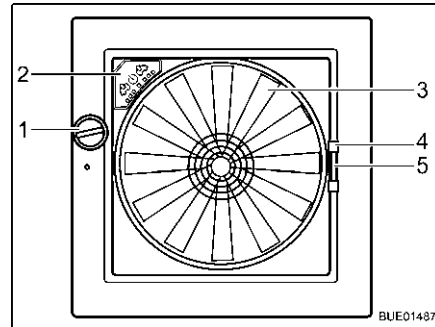

Bild 84 Taklucka Omni-Vent
**Öppna:** ■ Vrid på vredet (Bild 84, 1) tills önskad öppningsvinkel har nåtts.
**Stänga:** ■ Vrid på vredet (Bild 84, 1) tills takluckan är helt stängd.
**Stänga:** ■ Dra insektsskyddet i handtaget (Bild 84,4) till motstående ramsida.
**Stänga:** ■ Tryck ihop mörklägningsgardinens handtag (Bild 84,5).
**Fläkt** När takluckan är öppen kan kupén ventileras och vädras med fläkten (Bild 84,3) i 6 nivåer. Fläkten regleras via reglagen (Bild 84,2).